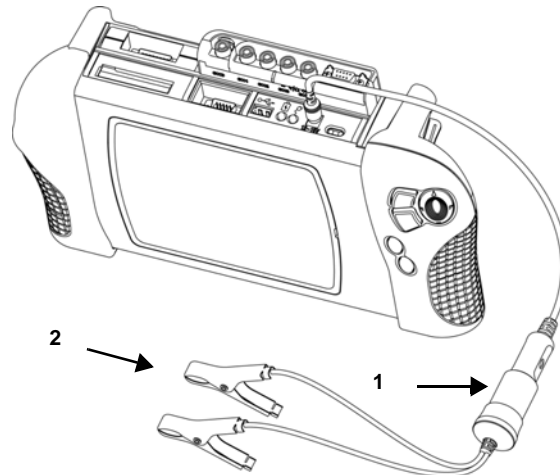

Abbildung 3-3 Fahrzeug-Stromversorgungskabel angeschlossen (Beispiel)
2. Stecken Sie das andere Ende des Zigarettenanzünderkabels in den Zigarettenanzünder oder die Aufnahme des Batteriestromkabels (Abbildung 3-3).